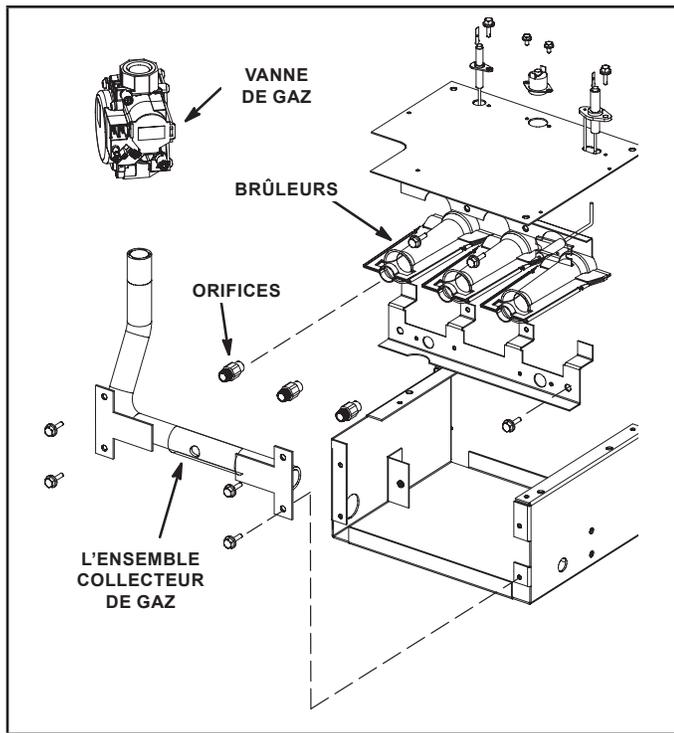

Figure 1
- 3 - Retirer l'ensemble collecteur de gaz. Voir Figure 1.